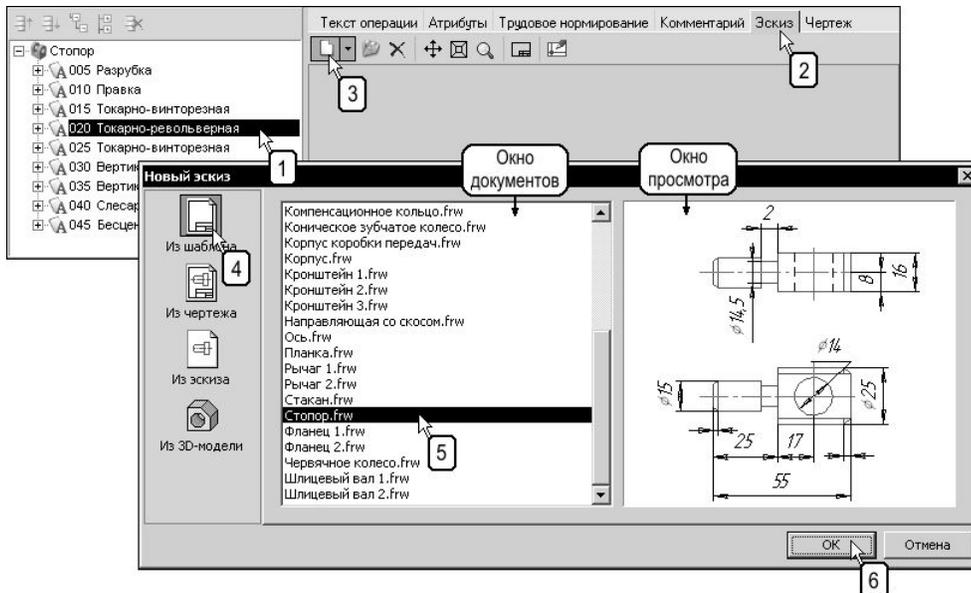

Рис. 5.6. Создание нового эскиза
Алгоритм создания нового эскиза включает следующие операции (рис. 5.6):
4. В окне **Новый эскиз** нажмите кнопку, соответствующую выбранному способу создания эскиза (на рис. 5.6 выбран способ «Из шаблона»1).